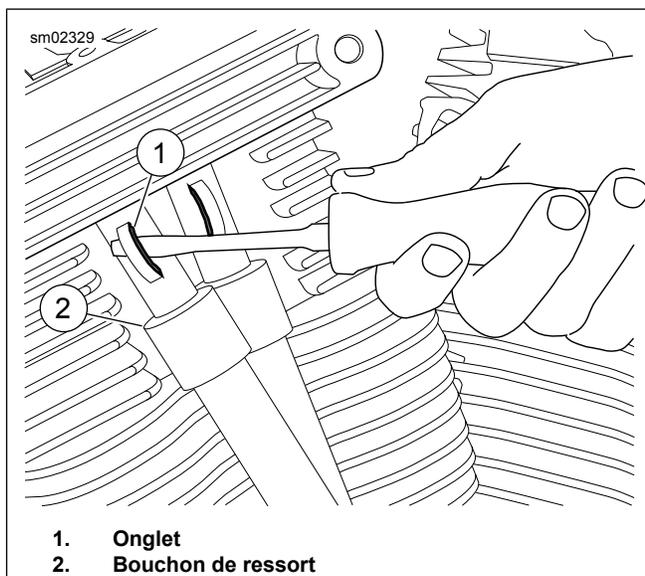

Figure 2. Retrait du dispositif de retenue du bouchon de ressort
- a. Voir la Figure 2. Insérez la lame du tournevis dans la languette (1) du dispositif de retenue du bouchon à ressort.
- b. Tout en appuyant sur le capuchon à ressort (2) avec un outil spécial, tournez le bas du moteur hors-bord de retenue.